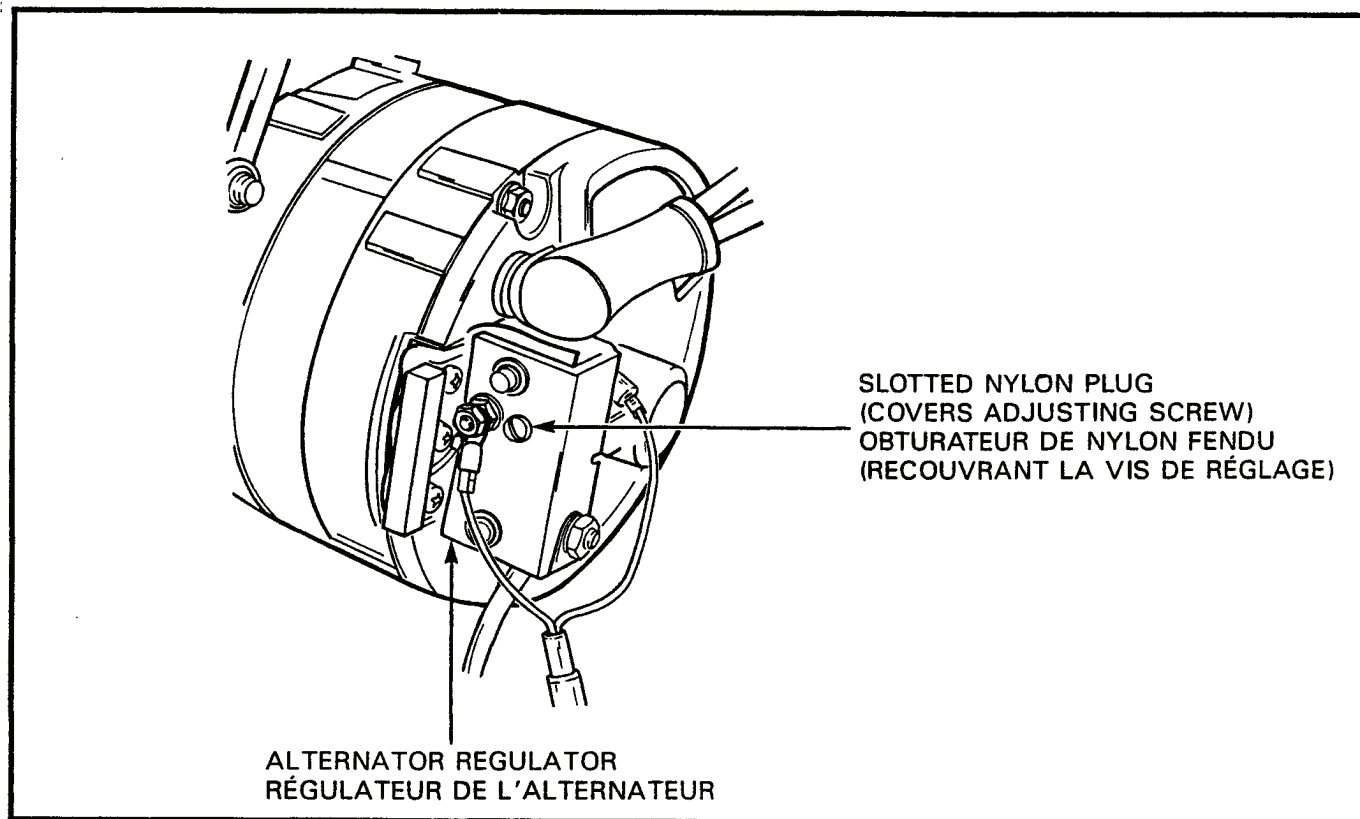

Figure 2-8-8 Nylon Plug in Alternator Regulator
- e. Remove the slotted nylon plug from the alternator regulator, see Figure 2-8-8.
- e. Enlever l'obturateur de nylon fendu du régulateur de l'alternateur, voir figure 2-8-8.